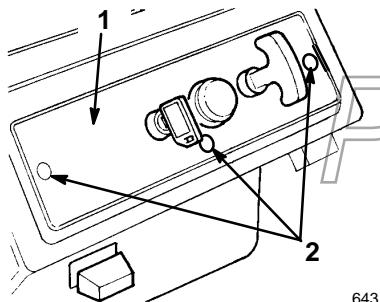

Figure 19
- Retirer les trois vis de fixation du panneau de commande au carter (Fig. 19).